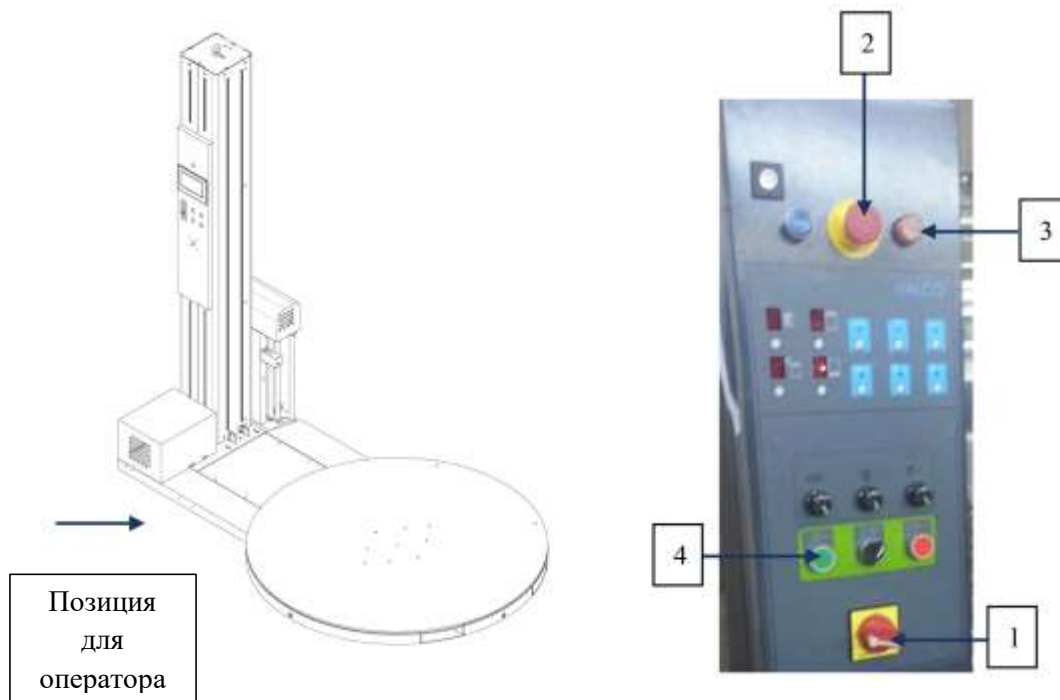

Рис. 2-18
- Расположение оператора по отношению к машине показано на Рис. 2-18;
- Включите главный выключатель питания (Рис. 2-18 Поз. 1);
- Отключите выключения машины в экстренном случае, повернув кнопку по часовой стрелке (Рис. 2-18 Поз. 2);
- Нажмите кнопку, чтобы питание начало поступать на машину (рис. 2-18 Поз. 4) и подождите несколько секунд, пока не загорится индикатор питания (Рис. 2-18 поз.3)